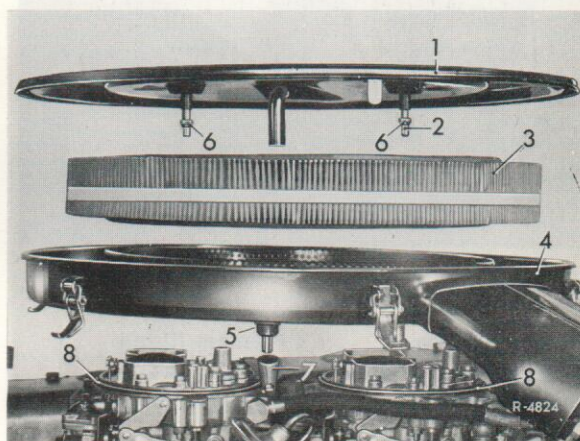

Fig. 09-1/4
5 Placer la bague caoutchouc (8) sur les deux carburateurs (fig. 09-1/4).